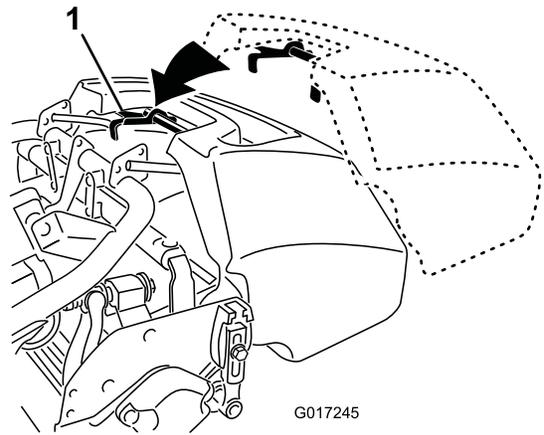

Bild 19
1. Fassen Sie den Fangkorb am Holm an (Bild 19).
2. Schieben Sie die Fangkorbblende zwischen den Seitenplatten der Schneideinheit und über die Frontrolle ein (Bild 19).
3. Befestigen Sie die Fangkorbhaken über der Rahmschleife (Bild 19).